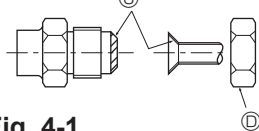

Fig. 4-1
Α (Fig. 4-1)
Β (Fig. 4-1)
4.2. Σωλήνες σύνδεσης (Fig. 4-1)
- Αλείψτε με ψυκτικό λάδι ολόκληρη την επιφάνεια στα διαπλάτυσμένα τμήματα. (C)
- Χρησιμοποιήστε τα παξιμάδια ρακόρ για το παρακάτω μέγεθος σωλήνα. (D)